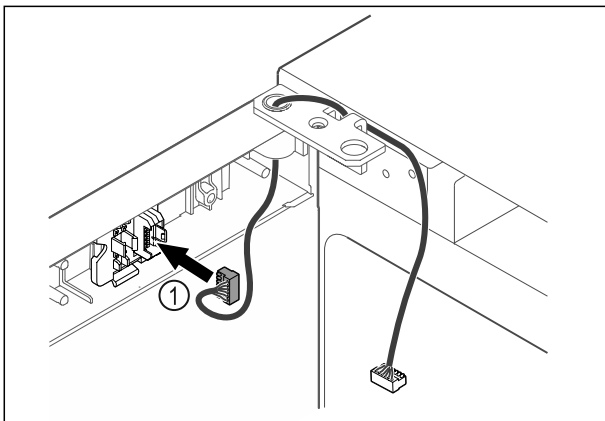

Fig. 40
- ▶ Вкарайте щекера Fig. 40 (1) в държача на щекера.